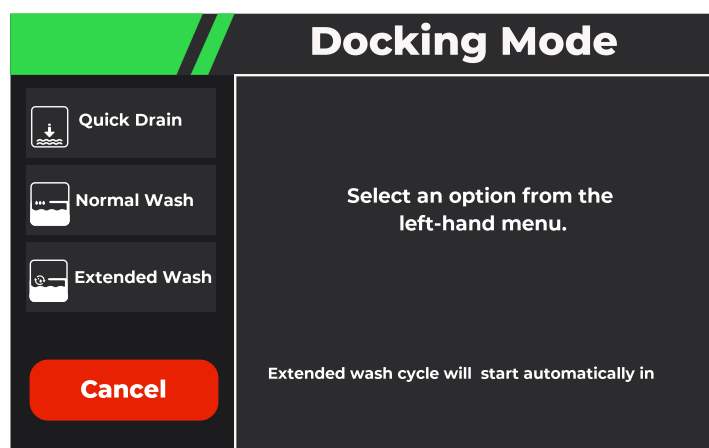

Figura 31 Acoplamiento inicial (pantalla de control principal) (Initial Docking (main control display))
4. Presione el botón EYECTAR para quitar el Distribuidor Desechable del receptáculo (Figura 31). Mantenga el Distribuidor Desechable en posición horizontal.
5. Tire del Distribuidor Desechable con el tubo de succión conectado hacia fuera del receptáculo para quitar completamente el Distribuidor Desechable del rover (Figura 31).
6. Manteniendo el Distribuidor Desechable en posición horizontal, elimine correctamente el Distribuidor Desechable usado y el tubo de succión conectado (Figura 31).